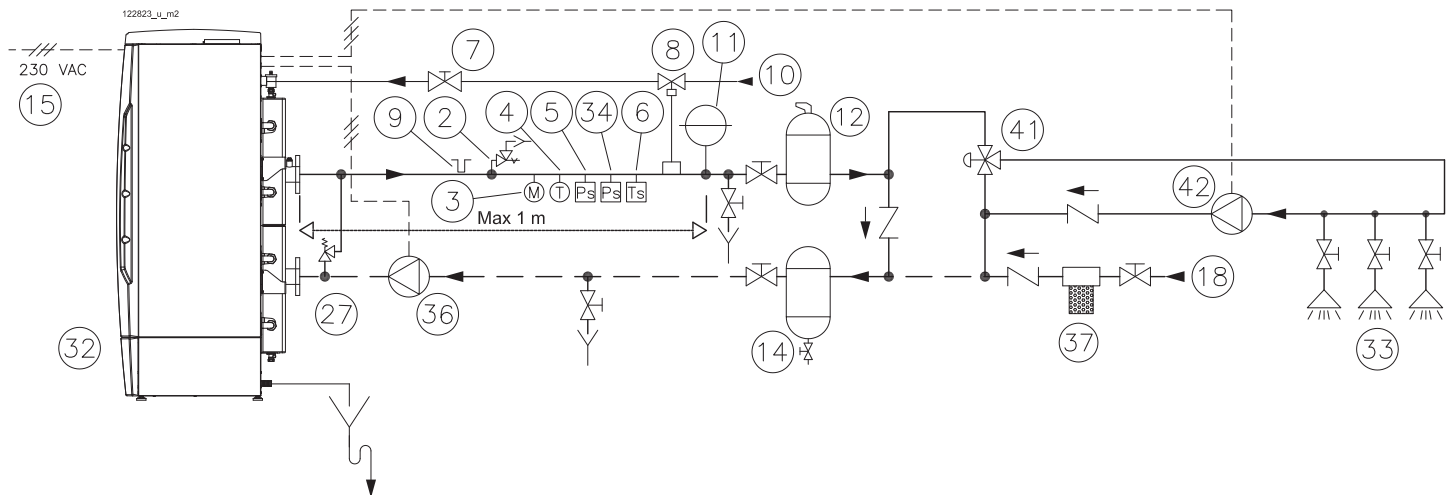

Figura 7-1 - Esempio di schema di collegamento per produzione istantanea
### Legenda Figura 7-1
- 27 - Valvola di bilanciamento (necessaria se nell'apparecchio è presente la valvola motorizzata particolare "9" di Figura 3-1 e la pompa "36" di Figura 7-1 NON è di tipo modulante)